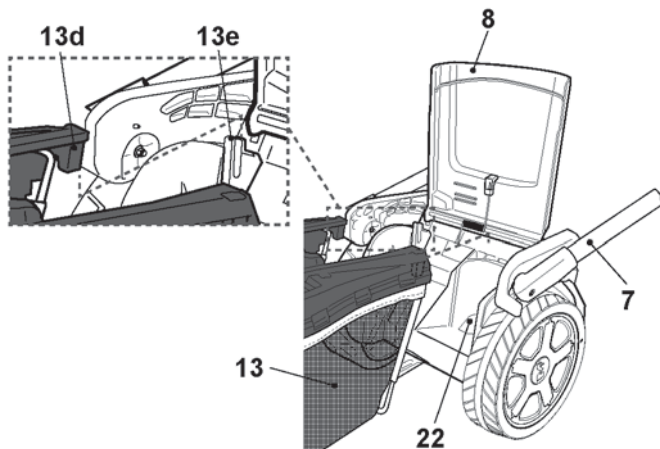

Fig.2
- > Alignez les supports [13e] avec les crochets [13d] pour accrocher le bac de ramassage [13] sur la tondeuse (Fig. 2).